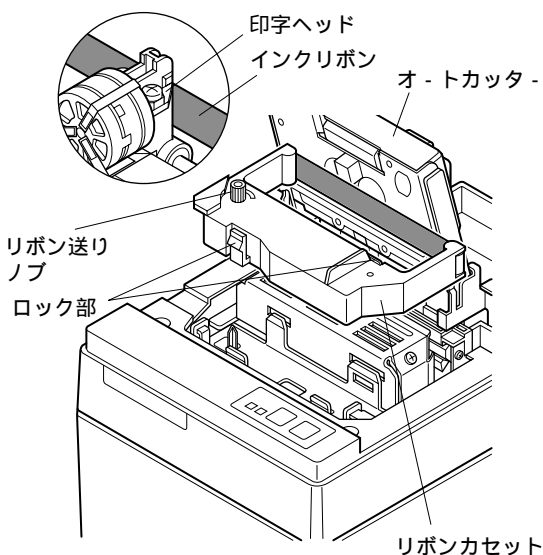

図4-10 リボンカセットのセット
- ④ リボンカセットを図4-10の向きに置き、上から押さえてセットしてください。